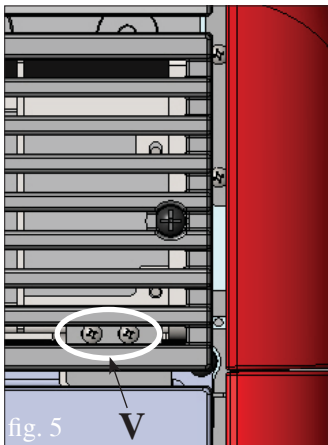

fig. 5
Verificar la alineación vertical de los laterales cerámica (C) y realizar regulaciones eventuales a través de los tornillos puestos en el interior de la estufa a través de tornillos (R-fig.4) y en el interior de la rejilla superior de fundición (V-fig.5)